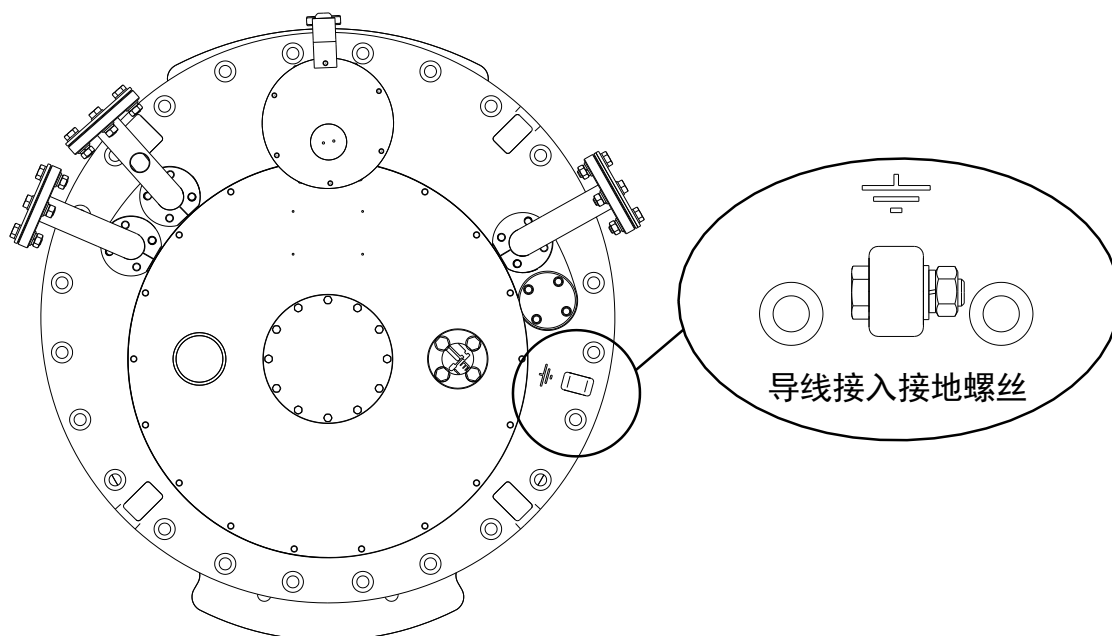

图 9-3 导线接入接地螺丝位置图
1. 将分接开关头接地螺栓接至变压器箱盖 (1 个 M12 螺栓和螺母), 19 号扳手 (见图 9-3)。